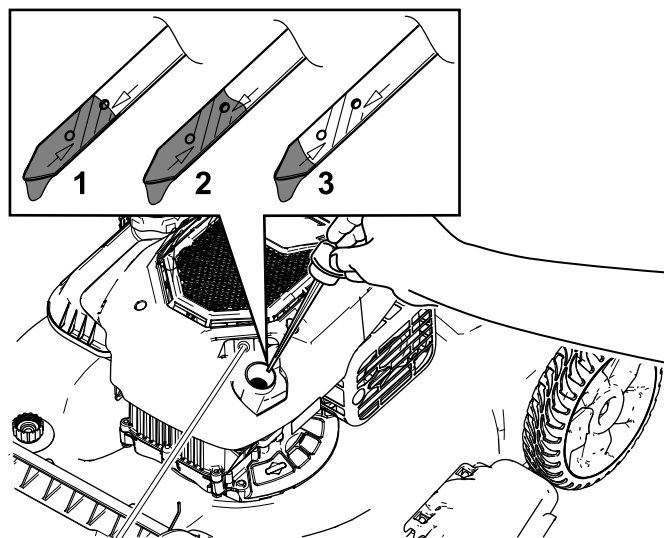

Figura 22
- Retire la varilla girando el tapón en el sentido contrario a las agujas del reloj y tirando del mismo (Figura 22).
- Observe en la varilla el nivel de aceite (Figura 22).